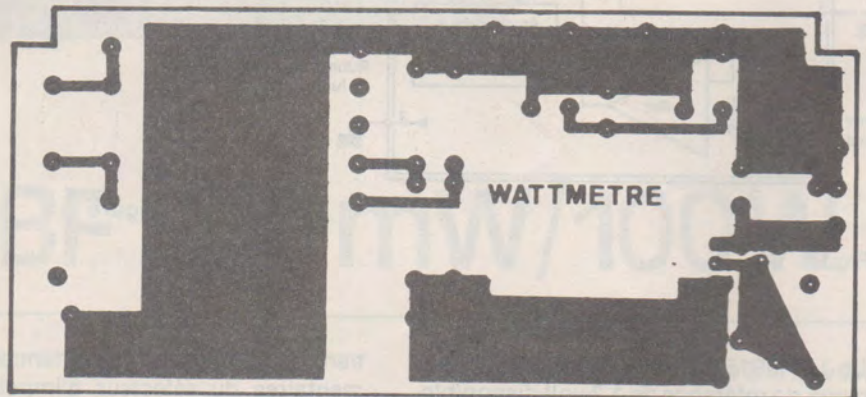

Figure 6
- Sélecteur de l'impédance du HP, **figure 6**.